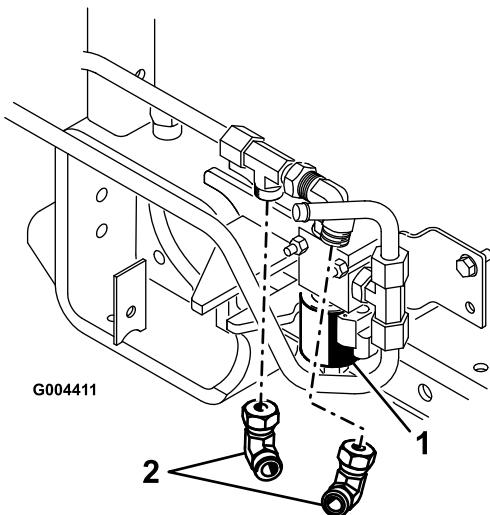

図 4
2. バルブに90度エルボ・フィッティングを図のような角度に取り付ける(図4)。